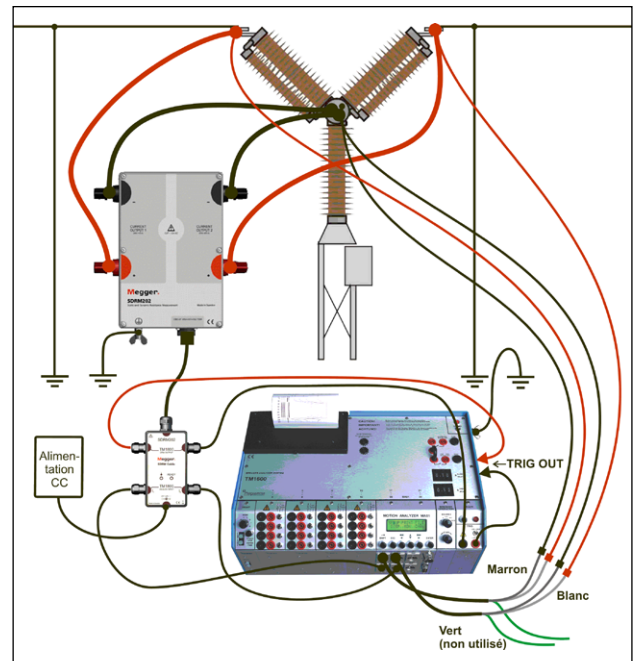

Fig. 6.2.1 Exemple de branchement. La figure montre le branchement avec SDRM202. Le SDRM201 est branché de la même manière mais avec un seul canal.
- 1]** Raccordez le SDRM201/202 au disjoncteur, voir exemple de la figure 6.2.1.